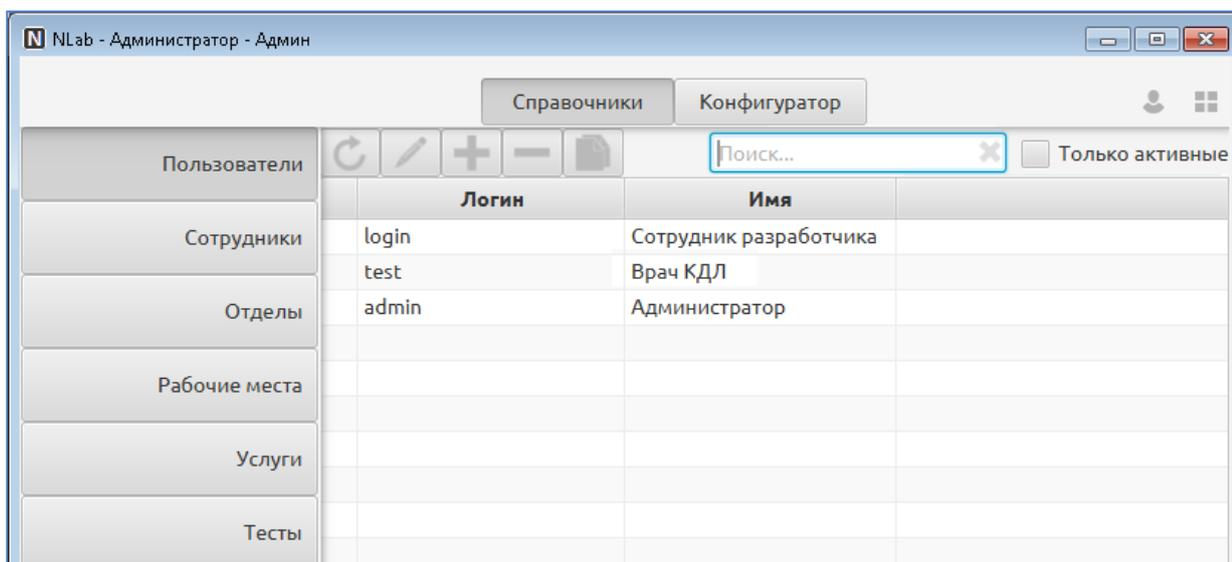

Рис. 6
- Добавление новой записи – производится при нажатии кнопки  в верхней панели, над списком записей справочника (Рис. 6), также можно использовать клавишу Insert на клавиатуре.
- Редактирование существующей записи – производится при установке фокуса на требуемой записи и нажатии кнопки  в верхней панели, над списком записей справочника (Рис. 6), также можно использовать клавишу Enter на клавиатуре.
- Удаление существующей записи – производится при установке фокуса на требуемой записи и нажатии кнопки  в верхней панели, над списком записей справочника (Рис. 6), также можно использовать клавишу Delete на клавиатуре.
- Поиск записей в рамках выбранного справочника – производится при установке курсора в поле поиска  , вводе требуемой комбинации символов и нажатии клавиши Enter (Рис. 6). Сброс условий поиска осуществляется нажатием кнопки  внутри поля поиска.
- Маркировка справочных записей отметкой «неактивная» на неопределённый период времени – позволяет не удалять записи, но скрывать их из общих используемых списков. Для регулирования отображения активных и неактивных записей используется установка или снятие флага  **Только активные** , расположенного в правом верхнем углу выбранного справочника (Рис. 6).